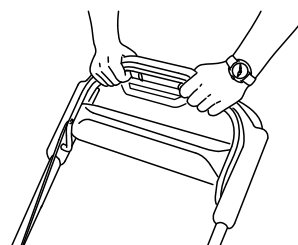

Figuur 19
1. Draai het contactsleuteltje naar de stand UIT (A van Figuur 19).
2. Als de motor gestopt is, verwijdert u het contactsleuteltje. Neem het mee als u de machine achterlaat (B van Figuur 19).